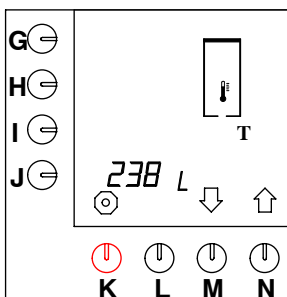

Fig. 29 Contador total del sistema de agua caliente
- El display muestra el contador total, vea fig. 29 . Con el número total de litros de agua caliente preparados durante la vida de la máquina expuesto en el display.